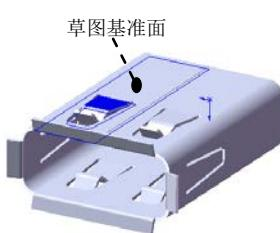
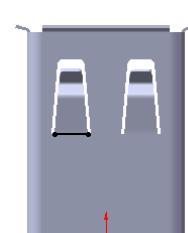

图 10.69 绘制的折弯 12
图 10.71 横断面草图
Step22. 创建图 10.69 所示的钣金特征——绘制的折弯 12。
(1) 选择下拉菜单 **插入(I)** → **钣金(H)** →  **绘制的折弯(S)...** 命令。
(2) 定义横断面草图。选取图 10.69 所示的模型表面为草图基准面，绘制图 10.71 所示的横断面草图。